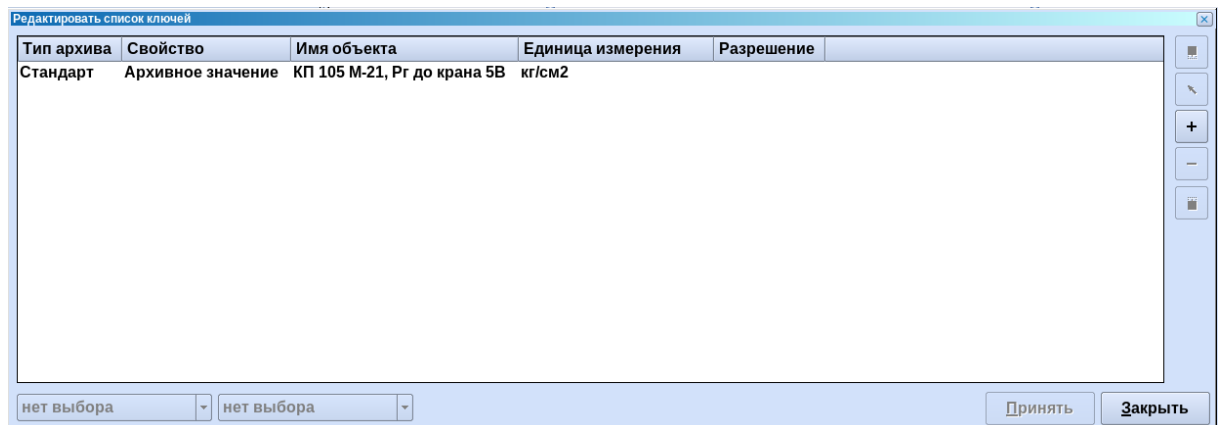

Рисунок 4.29 – Диалоговое окно «Редактировать список ключей»
- Редактировать ключ, при нажатии на клавишу появляется окно редактирования списка ключей (Рисунок 4.29).